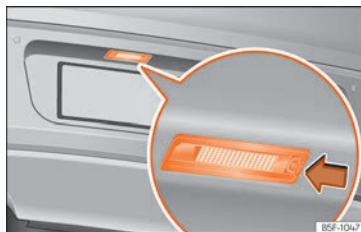

**Fig. 72** En el parachoques trasero: luz de matrícula.
- Presione con la parte plana del destornillador incluido en las herramientas del vehículo (» **pág. 44**) en el sentido de la flecha, en la ranura de la luz de la matrícula » **fig. 72.**